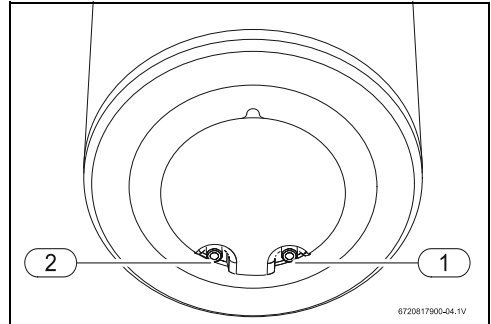

Fig. 11 Conexión del agua (ES150/200)
- ▶ Identifique la tubería de agua fría y de agua caliente, para evitar un posible intercambio entre ellas (Fig. 11).